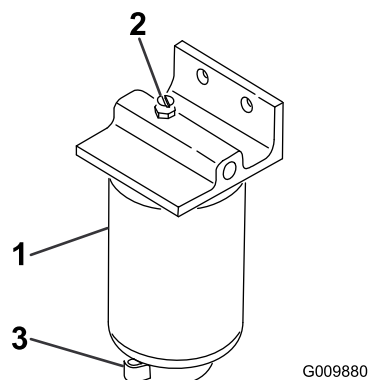

图 58
3. 松开过滤器过滤筒底部的排油阀 (图 58)。
2. 清洁滤清器过滤筒的安装区域 图 58。